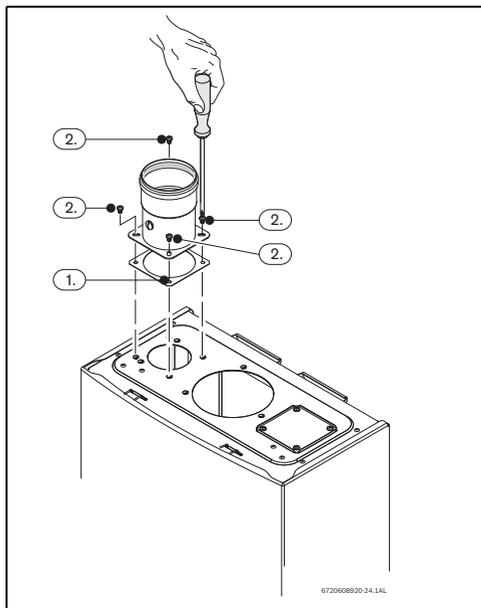

Рис. 27
- ▶ Установите прокладку между прибором и дополнительным оборудованием, Рис. 27 , поз. 1.
- ▶ Затяните 4 винта дополнительного оборудования для подвода воздуха, см Рис. 27 , поз. 2.